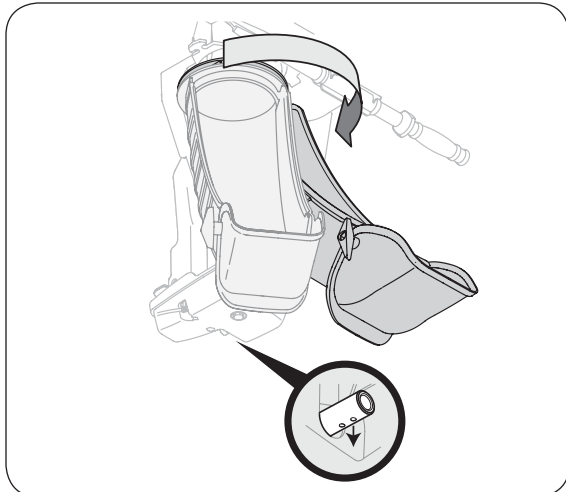

Figure 3-5
REMARQUE : Le levier de commande devrait être légèrement incliné vers la droite comme illustré à la Figure 3-5 et la flèche sur le pignon sur le haut pour assurer le pivotement complet de la goulotte.
4. Serrez le déclencheur sur le levier de commande et pivotez la goulotte par la main pour faire face à l'avant de la souffieuse. Les trous sur l'ensemble de rotation de la goulotte devraient être placés vers le haut. Voir la Figure 3-5.